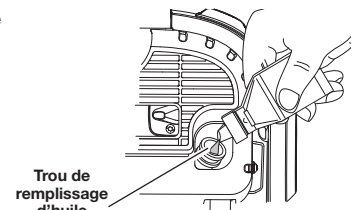

Fig. 6
3. Versez la totalité du flacon d'huile dans le trou de remplissage d'huile (Fig. 6).